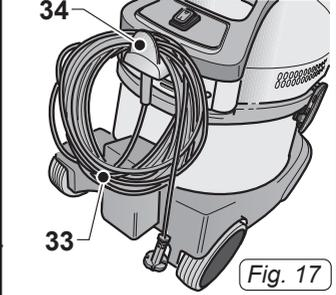

Fig. 17
- Das Kabel (33 Abb.17) aufwickeln und im entsprechenden Sitz (34 Abb.17) befestigen.